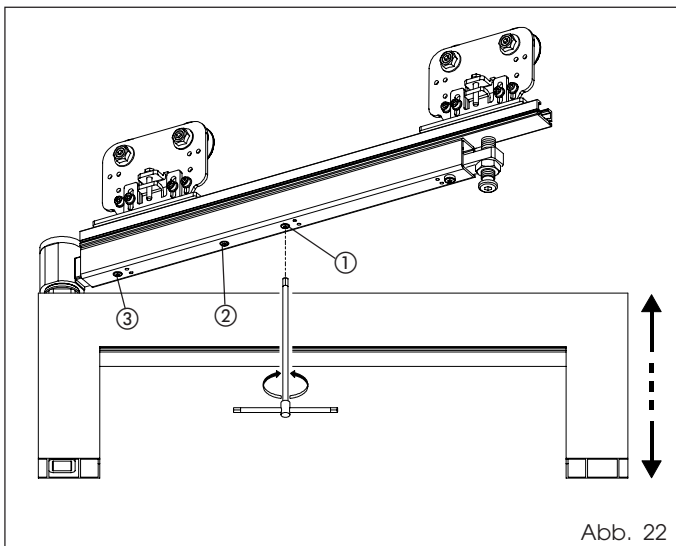

Abb. 22
Die Höheneinstellung (Abb. 22) mit Hilfe der Madenschraube ① vornehmen. Die Sperrschrauben ② und ③ festziehen.